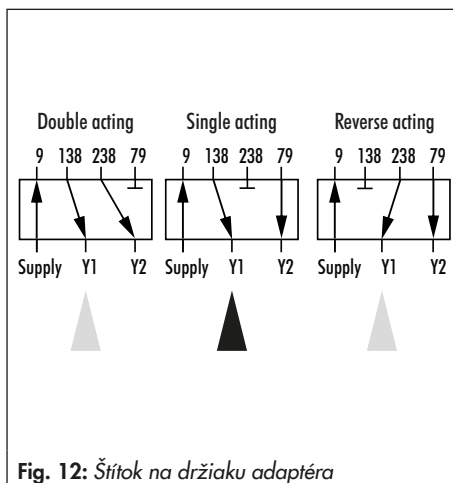

Fig. 12: Štítok na držiaku adaptéra
3. Pripevnite otočnú dosku (7) k držiaku adaptéra (6). Otáčaním otočného ovládača vyberte požadovanú spíniaciu funkciu z Fig. 12.